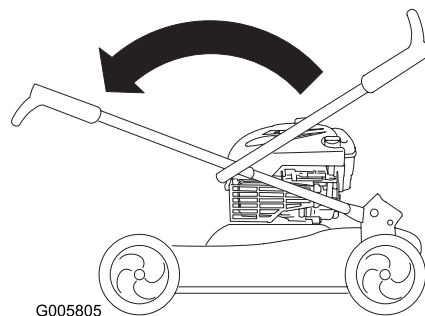

Bild 3
1. Schieben Sie den oberen Griff vorsichtig nach vorne, bis die Griffhälften ausgerichtet sind und eng anliegen (siehe Bild 3).